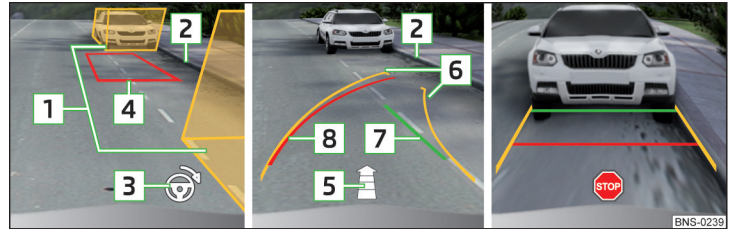

Abb. 282 Bildschirmanzeige
- › Das Fahrzeug so anhalten, dass sich kein Hindernis in der Lücke zwischen den Hilfsboxen **1** » Abb. 282 befindet und die hintere Box nicht über die seitliche Begrenzung der Parklücke (z. B. Bordstein) **2** hinausreicht.